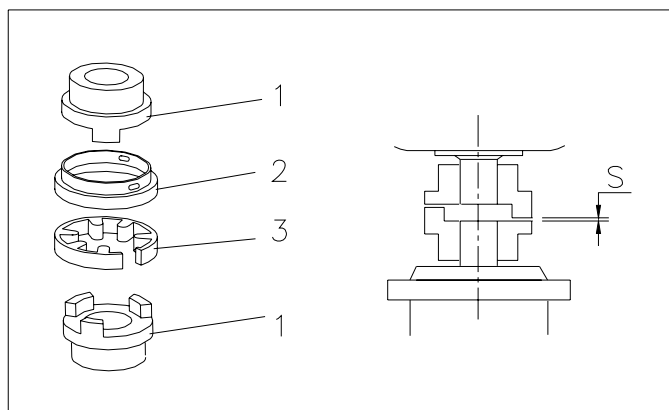

Fig. 8.2
Verwijder de beschermkapjes van het lantaarnhuis en controleer of de koppeling spelingsvrij is. Verwijder beide afdekkapjes (fig.8.2 pos 2) door het uitdraaien van de bevestigingsschroeven. Verwijder het rubberen element (3) en controleer op slijtage. Indien de metalen delen vervangen moeten worden ga dan verder met hoofdstuk 8.6.4. Controleer of de afstand (S) tussen 2-4 mm is. Breng het, indien nodig nieuwe rubberen element (3) aan en bevestig de afdekkapjes (2). Hierna de beschermkapjes van het lantaarnhuis weer aanbrengen. De pomp is nu weer bedrijfsgeereed.